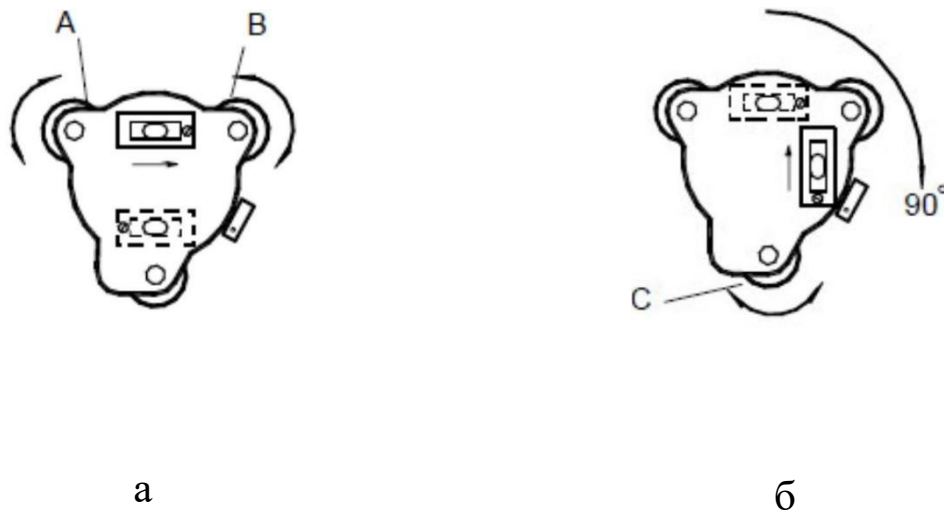

Рис. 3.5 – Точне нівелювання за допомогою циліндричного рівня:
– обертаючи підйомні гвинти, виведіть бульбашку циліндричного рівня на середину (рис. 3.5);
– далі поверніть прилад на 90° (100 гон) та за допомогою підйомного гвинта С, виведіть бульбашку циліндричного рівня на середину (рис. 3.5, а, б).